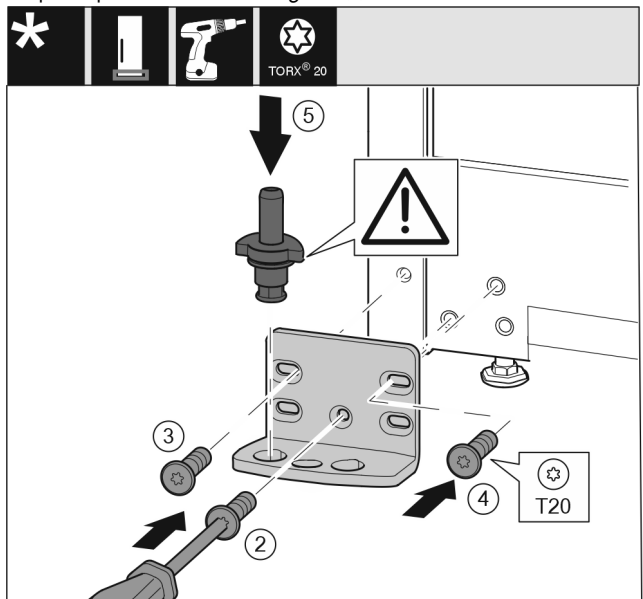

Fig. 17
- ▶ Vendosni bazamentin mbështetës në anën tjetër dhe mbërthejeni me ndihmën e një kaçavide. Filloni me vidën Fig. 17 (2) poshtë në mes.